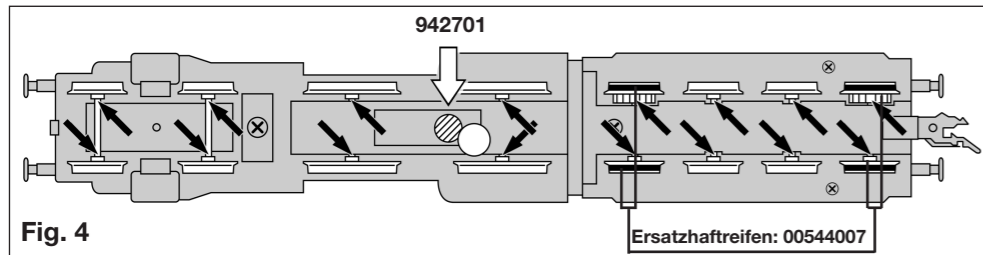
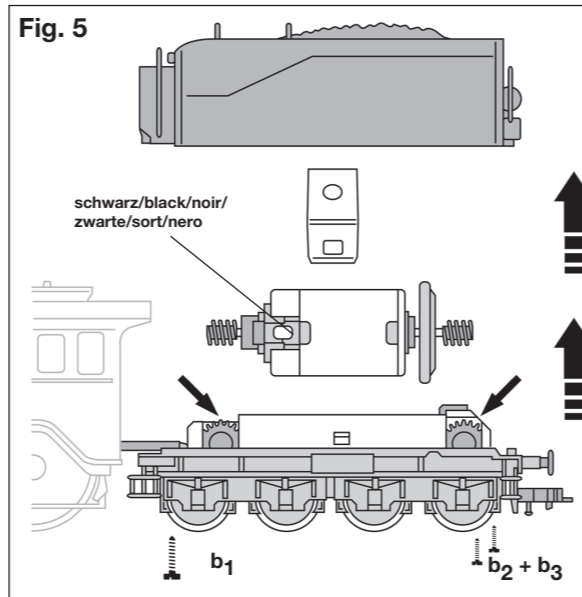

Fig. 4
Fig. 5
An der schraffierten Stelle kann der **Schaltmagnet 942701** eingebaut werden (Fig. 4).
**Ölen:** Geölt werden Lagerstellen und Getriebe nur an den gekennzeichneten Lagerstellen (Fig. 4 und 5).
**Tender:** Ein Öffnen des Tenders ist nur zum Ölen des Getriebes und zum Austausch des Motors erforderlich. Schrauben **b1-3** lösen und das Tendergehäuse nach oben abheben (Fig.5).
**Motortausch:** Motorhalteklammern leicht aufbiegen und abnehmen. Motor nach oben herausnehmen (Fig. 5). Beim Einbau des neuen Motors auf die richtige Lage achten. Hierzu die rot/schwarze Markierung am Motor beachten.
**Installing the digital decoder:** A 6-pole **DECODER** (e.g. 687403) (NEM 651) can be glued onto the cross-hatched metal surface. Please consult the instructions included with the decoder for fitting advice. • The indicated point can be used for locating the **switching magnet 942701** (fig. 4). **Spare traction tyres: 00544007** • **Lubrication:** Only the indicated points should be oiled (fig. 4, 5). • **Under no circumstances should the motor be oiled!** Only use **FLEISCHMANN-oil 6599**. Only put a tiny drop in each place (→), otherwise it will be overoiled. An applicator needle is located in the cap of the oil bottle for your use. • **Opening the tender** is only necessary to oil the gear train and to change the motor. Remove screw **b1-3** and lift the tender body upwards (fig. 5). • **The motor is maintenance free, the motor carbon brushes are not interchangeable!** • **Changing the motor:** Gently bend open the motor retainer clip and remove. Lift up the motor and take it out (fig. 5). When installing the new motor, please take care to insert the new motor the right way round. The red/black markings on the motor indicate the correct position. **Exchange motor: 00504113** • The tender is fitted with maintenance-free LED lighting.
**La locomotive** ne doit être ouverte que pour le remplacement de l'ampoule et pour l'installation d'un decodeur digital. Enlever les vis **a**, déformer légèrement la cabine de conduit et retirer la carrosserie en la soulevant (fig. 2). • **Remplacement de l'ampoule (loco):** Désenclipser la douille de l'ampoule et retirer cette dernière par le haut (fig. 2). **Ampoule de rechange: 00006535** • **Montage d'un module récepteur digital:** L'équerre métallique (zone hachurée) permet de coller un **DECODER (par exemple 687403) (NEM 651)** à 6 pôles. Pour le montage, se référer au mode d'emploi du decodeur. • **L'aimant permanent 942701** peut être monté à l'endroit indiqué (fig. 4). **Bandages de rechange: 00544007** • **Lubrification:** Les axes et l'embiellage seront huilés aux endroits repérés (fig. 4, 5). • **Ne jamais lubrifier le moteur!** • N'utilisez que l'huile recommandée **FLEISCHMANN 6599**. Une seule goutte par point à lubrifier (→) afin d'éviter tout excès. L'aiguille montée dans le bouchon du petit flacon convient parfaitement à cet usage. • **Une ouverture du tender** est indispensable pour lubrifier le mécanisme et remplacer le moteur. Enlever les vis **b1-3** et retirer la carrosserie an la soulevant (fig. 5). • **Le moteur est sans entretien, les charbons du moteur ne sont pas interchangeables!** • **Remplacement du moteur:** Déformer légèrement les lames de maintien du moteur et enlever. Retirer le moteur vers le haut (fig. 5). Au remontage veiller à ce que le moteur pose correctement dans le logement. Tenir compte du marquage rouge/noir sur le moteur. **Moteur de remplacement: 00504113** • Le tender est équipé d'un éclairage sans entretien LED.
**Het demonteren** van de lok is alleen voor het vervangen van het lampje en de inbouw van een digitale ontvangerbouwsteen noodzakelijk. Schroeve **a** losdraaien en de kap naar boven losnemen (fig. 2). • **Het vervisselen van de lampje (loc):** Lamphouder los maken en gloeilampje naar boven wegnemen (fig. 2). **Reservelampje: 00006535** - **Het inbouwen van een digitale ontvangerbouwsteen:** In de metalen uitsparing (gearceerde oppervlakte) kan een 6-polige **DECODER (bij voorbeeld 687403) (NEM 651)** gemonteerd worden. Bij het inbouwen a.u.b. de handleiding van de decoder raadplegen. • Op de gemerkte plaats kan de **schakelmagneet 942701** gemonteerd worden (fig. 4). **Anti-slip-bandjes: 00544007** • **Oliën:** Alleen de gekenmerkte plaatsen smeren (fig. 4, 5). • **De motor mag absoluut niet worden gesmeerd!** - Alleen **FLEISCHMANN-olie 6599** gebruiken. Een klein druppeltje per smeerpunt (→) is heus voldoende, anders wordt da zaak te vet. Voor een juiste dosering het spuitje gebruiken dat wordt bijgeleverd in het olieflasje. • **Het openen van de tender** is alleen voor het vervangen van de motor en het smeren van de aandrijving noodzakelijk. Schroeven **b1,3** losdraaien en het tenderhuis naar boven losnemen (fig. 5). • **De motor is onderhoudsvrij, de motor koolborstels zijn niet uitwisselbaar!** • **Het vervangen van de motor:** Motorhouderkleem voorzichtig buigen en wegnemen. Motor naar boven toe losnemen (fig. 5). Let bij het inbouwen van de nieuwe motor op een juiste montage door middel van de rood/zwarte markering op de motor. **Reservemotor: 00504113**
Rimuovere le viti **a** e sollevare verso l'alto il mantello (fig. 2). • **Sostituzione della lampada (locomotiva):** Asportare la calotta ed estrarre la lampada dall'alto (fig. 2). **Lampada di ricambio: 00006535** - **Montaggio di un modulo di ricezione digitale** (fig. 2, 3): è possibile incollare un **DECODER (per esempio 687403) (NEM 651)** a 6 poli sulla squadra metallica (superficie tratteggiata). Prima di procedere al montaggio, consultare il manuale di funzionamento del decoder. • Sul posto segnato può essere installato il **dispositivo di comando 942701** (fig. 4). **Anelli di attrito: 00544007** - **Lubrificazione:** Lubrificare le assi e i tiranti solo nei punti contrassegnati (fig. 4, 5).
• **Il motore non va mai oliato!** - Utilizzare solo olio **FLEISCHMANN 6599**. Usare soltanto una piccola goccia per ogni punto di oliatura (→), altrimenti si rischia di oliare troppo. Per il dosaggio utilizzare l'ago di cui è provvisto sulla il tappo di chiusura del flacone dell'olio. • **L'apertura del tender** va effettuata solo per la sostituzione delle lampadine, per lubrificare gli ingranaggi o per la sostituzione del motore. Rimuovere le viti **b1,3** e sollevare verso l'alto il mantello del tender (fig. 5). • **Il motore è esente da manutenzione, le spazzole del motore in carbonio non sono intercambiabili!** • **Sostituzione del motore:** Piegare leggermente la linguetta del motore e asportarlo. Sollevare verso l'alto il motore (fig. 5). Inserire il nuovo motore nel suo alloggiamento facendo attenzione a posizionarlo in modo corretto. Fare attenzione al contrassegno rosso/nero sul motore. **Motore di ricambio: 00504113**